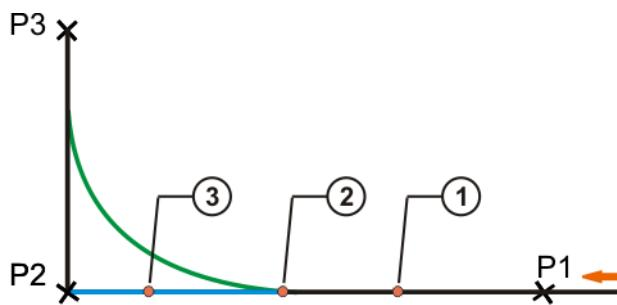

Fig. 7-8: Movimiento ejemplar para lógica con avance
Con movimiento de avance, las funciones de espera dependientes de señales programadas permiten que se pueda repasar antes del punto creado antes de la línea de instrucción. No obstante, la anterior posición del puntero de movimiento de avance no es clara (valor estándar: tres conjuntos de movimientos), por lo que el momento exacto para el control de la señal es indefinido (1) (=> Fig. 7-8). Además, no se reconocerán las modificaciones en la señal tras el control de la señal.